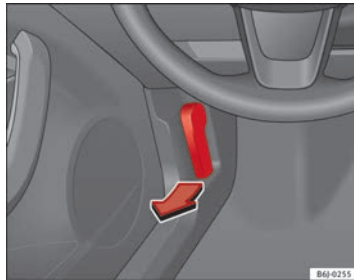

Abb. 122 Öffnungshebel für Motorraumklappe
- Ziehen Sie den Hebel unter der Instrumententafel ⇒ Abb. 122 in Pfeilrichtung. Die Motorraumklappe wird durch Federwirkung entriegelt ⇒ ⚠.